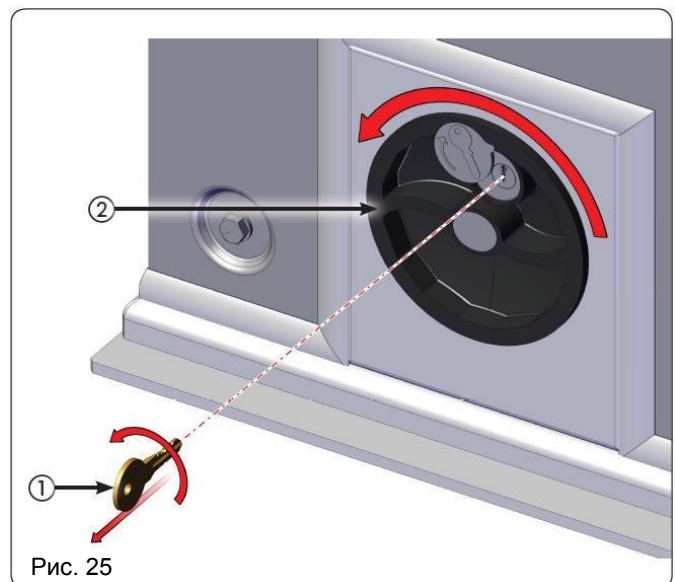

Рис. 25
1. Поверните рукоятку разблокировки против часовой стрелки до упора (рис. 25, ссылка 2)
2. Поверните ключ против часовой стрелки (рис. 25, ссылка 1).